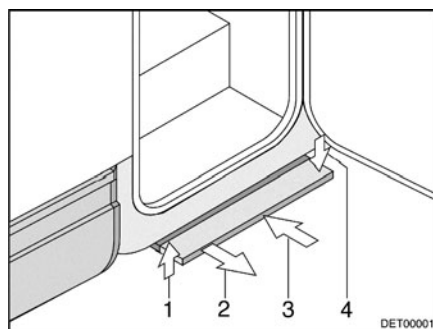

Fig. 6 Marchepied à commande mécanique
- Tirer la marchepied vers l'avant (Fig. 6,2), jusqu'à ce qu'elle s'enclenche.
- Soulever légèrement le marchepied (Fig. 6,1).
- Pousser le marchepied jusqu'à la butée sous le plancher du véhicule (Fig. 6,3) Veillez à ce que le marchepied s'enclenche (Fig. 6,4).